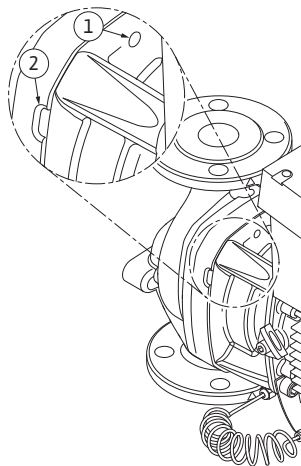

Fig. 50: Gewindebohrungen und Schlitz zum Abdrücken des Einstecksatzes vom Pumpengehäuse
13. Den Einstecksatz (siehe Fig. 13) vom Pumpengehäuse abdrücken. Dafür empfiehlt sich die Nutzung zweier Gewindebohrungen (Fig. 50, Pos. 1), vor allem zum Lösen des Sitzes. Zum Lösen des Sitzes geeignete Schrauben in die Gewindebohrungen eindrehen. Ist der Einstecksatz leichtgängig, können zum Abdrücken zusätzlich Schlitz (Fig. 50, Pos. 2) zwischen Pumpengehäuse und Laterne genutzt werden (dazu z. B. zwei Schraubendreher ansetzen und als Hebel verwenden). Nach ca. 15 mm Abdrückweg wird der Einstecksatz nicht mehr im Pumpengehäuse geführt.